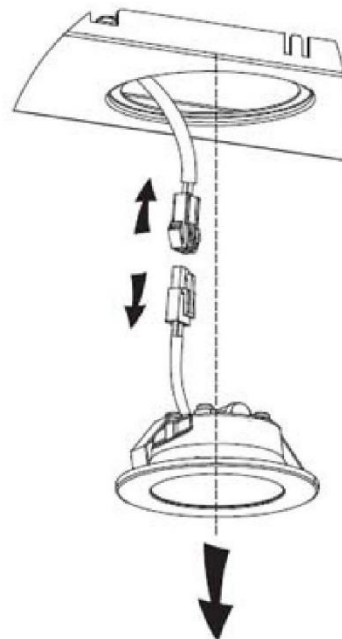

Fig. 2
- Utilisez un outil ou la main pour appuyer sur le ressort des deux côtés de la lumière LED à l'intérieur, jusqu'à ce que la lumière sorte, voir fig. 1. Puis tirez légèrement le fil de branchement de la lumière et démontez la borne du fil de branchement de la lumière. Voir fig. 2.